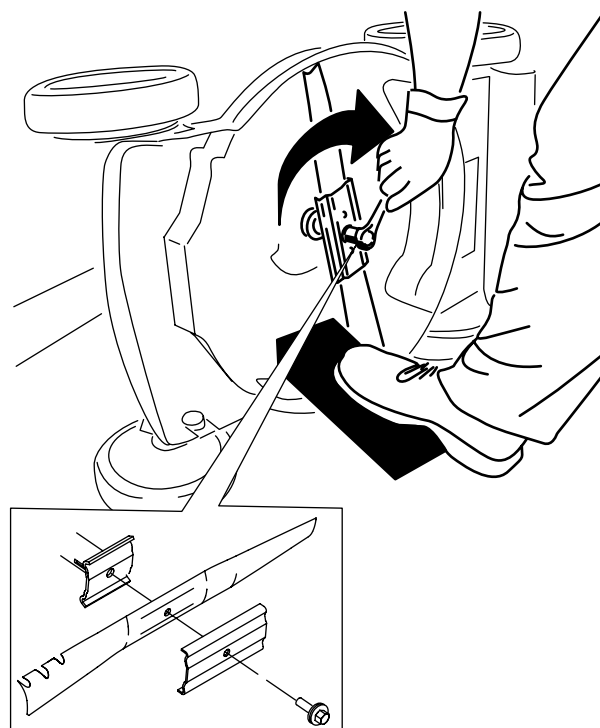

Рисунок 27
5. Установите новый нож, закрепив все крепежные детали (Рисунок 27).